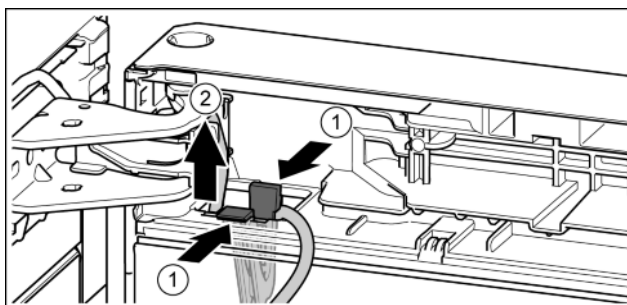

Fig. 23
- ▶ Appuyer sur la languette. Fig. 23 (1)
- ▶ Sortir le support de câble avec le câble attaché. Fig. 23 (2)